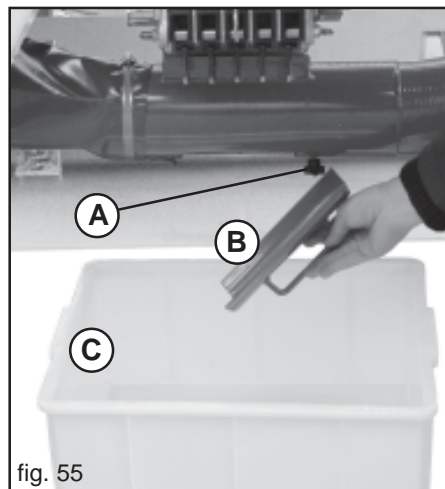
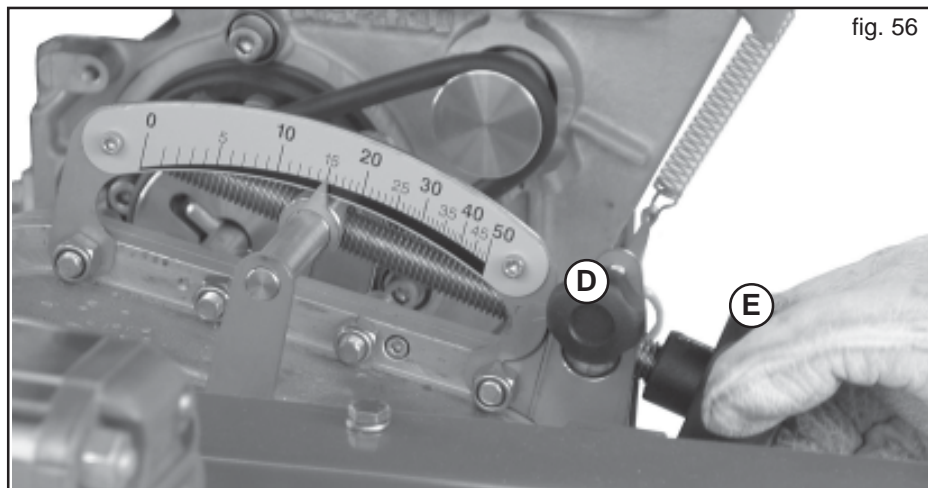

fig. 55
fig. 56
- 2) Allentare il pomello (A, Fig. 55) e togliere la saracinesca (B).
- 3) Posizionare la vaschetta di raccolta sotto lo scarico (C).
- 4) Allentare la vite di fissaggio posta sulla regolazione del cambio (D, Fig. 56), quindi portare l'indicatore graduato nella posizione desiderata (in base alla quantità di prodotto da distribuire), agendo sul pomello di regolazione (E, Fig. 56).
- 8) Una volta effettuata con successo la prova di dosaggio, fissare nuovamente la vite di fissaggio della regolazione del cambio (D, Fig. 56).